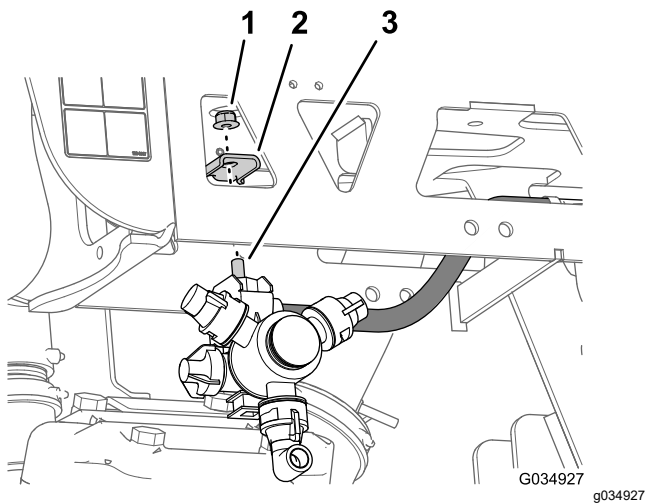

Figure 82
6. Répétez les opérations 2 à 7 pour l'autre ensemble flexible et buse sur l'autre cadre en treillis extérieur (Figure 79 et Figure 82).
1. Insérez le boulon à tête hexagonale (5/16 x 3/4 po) de la buse de pulvérisation dans le trou du support de buse (Figure 82) et fixez légèrement la buse sur le support avec un contre-écrou à embase (5/16 po) que vous avez retiré à l'opération 1 ou 4 de 12 Dépose des flexibles des buses de pulvérisation du système à 3 sections (page 33).